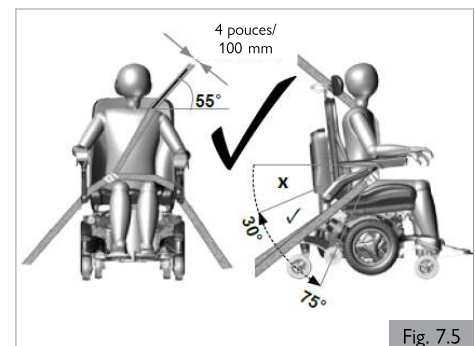
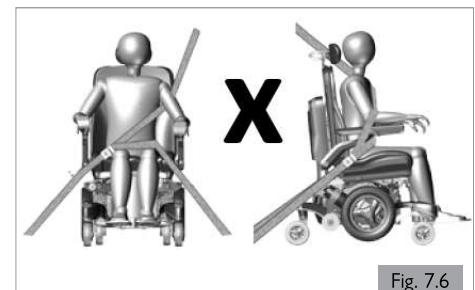

Fig. 7.5
Fig. 7.6
3. Le dispositif de retenue doit être fixé au pilier approprié du véhicule et les composants du fauteuil roulant (comme les accoudoirs ou les roues) ne doivent pas entraver le contact entre la sangle et le corps de l'utilisateur (Fig. 7.5).
2. Un plus grand angle au sein de la zone de préférence est recommandé c'est-à-dire plus proche de 75°, mais sans jamais cependant dépasser cette limite (Fig. 7.5).
- a. La ceinture thoracique doit passer par-dessus l'épaule et en travers de la poitrine, comme illustré (Fig. 7.5). Les ceintures de retenue doivent être serrées le plus possible, tout en respectant le confort de l'utilisateur. Ne passez pas la ceinture comme illustré à la Fig. 7.6.